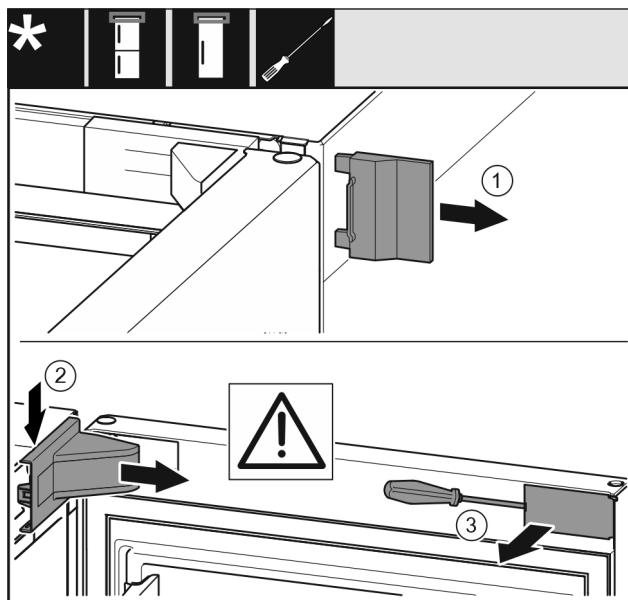

Fig. 6
- Nuimkite išorinę dengiamąją plokštelynę. Fig. 6 (1)
- Atfiksuojite atraminės gembės dengiamąją plokštelynę ir ją nuimkite. Nuimkite atraminės gembės dengiamąją plokštelynę. Fig. 6 (2)
- Išdrožiniu atsuktuvu atkelkite gaubtą ir pasukite ją į šoną. Fig. 6 (3)